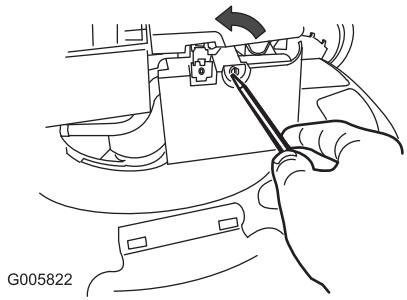

Bild 24
- Öffnen Sie die Luftfilterabdeckung mit einem Schraubenzieher (Bild 24).